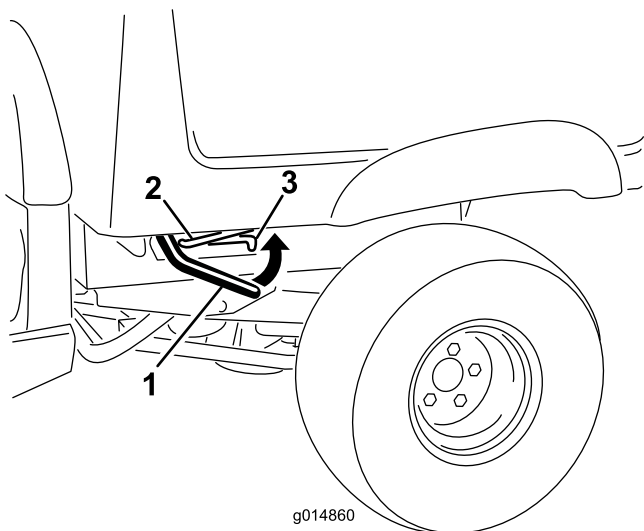

Figura 18
1. Levante la palanca situada en cada lado de la plataforma y eleve la plataforma (Figura 18).
1. Eleve la plataforma de carga levemente tirando hacia arriba de la palanca de enganche (Figura 18).